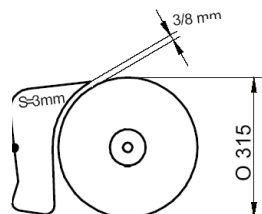

FIG.10-A
- A distância entre o calço e a lâmina fique compreendida entre 3 e 8 mm (fig. 10-A).